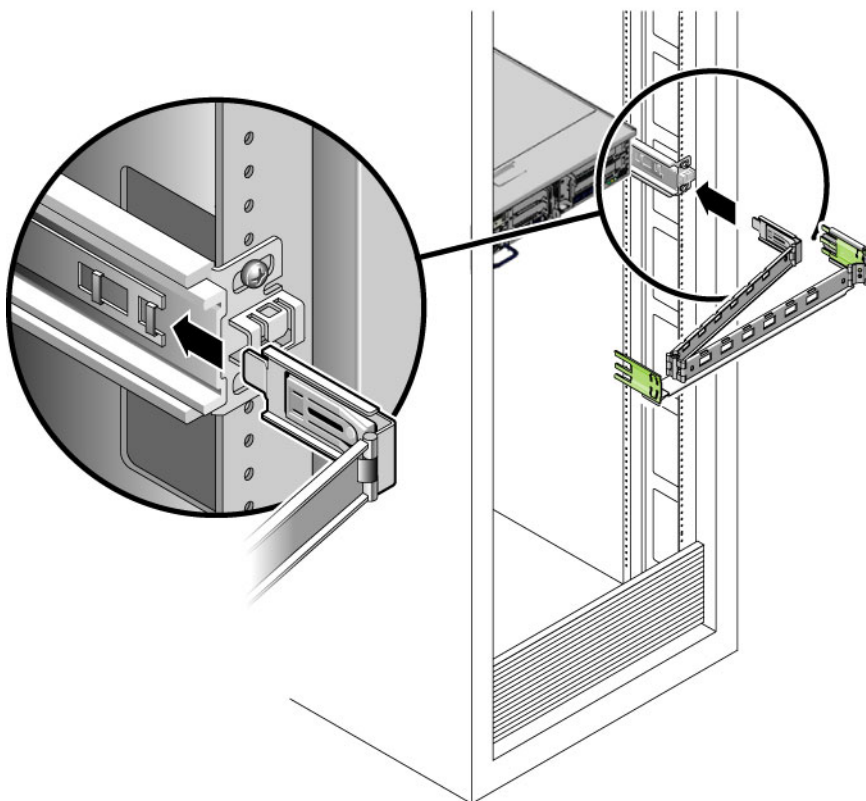

図 2-9 内部 CMA コネクタの取り付け
2. 小さい方の拡張部品を固定部品の端にあるクリップに挿入します (図 2-9)。